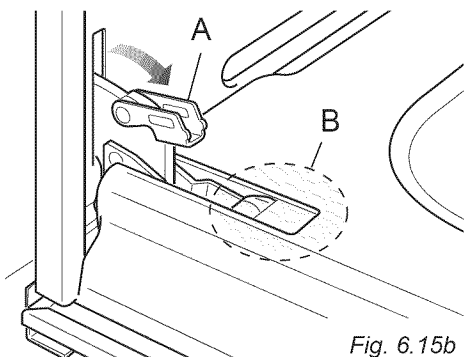
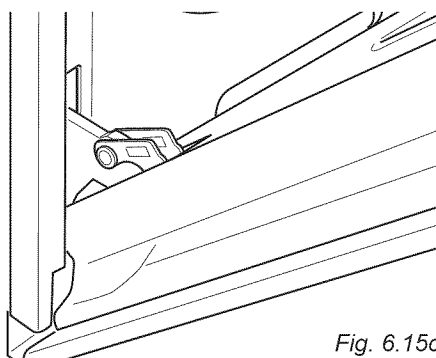

Fig. 6.15b
Fig. 6.15c
- Ouvrez complètement le levier "A" sur les charnières gauche et droite (fig. 6.15b).
- Refermez doucement la porte (fig. 6.15c) jusqu'à ce que le levier "A" des charnières soit accroché à la partie "B" de la porte (fig. 6.15b).